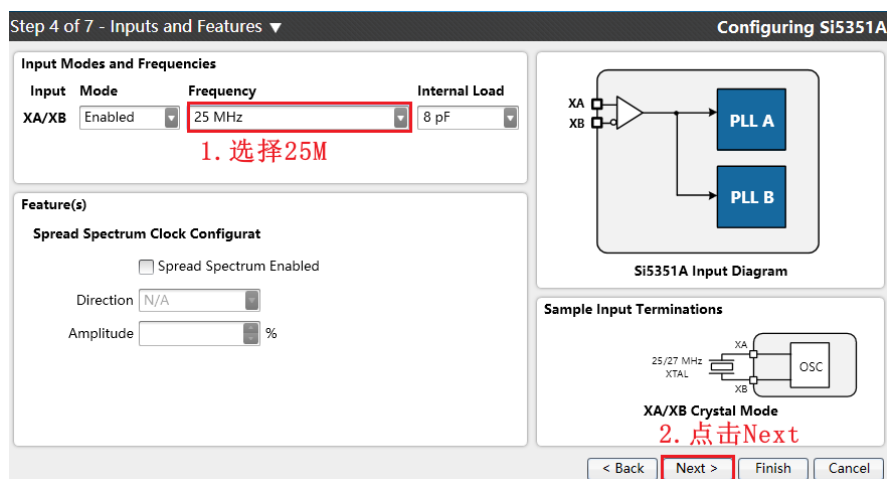

图 12.21 选择时钟输入频率
8. 选择 XA/XB 的时钟频率输入，在 12.1.1 节中，我们介绍过，使用的是 25M 的晶振，操作步骤如下图 12.21 所示。